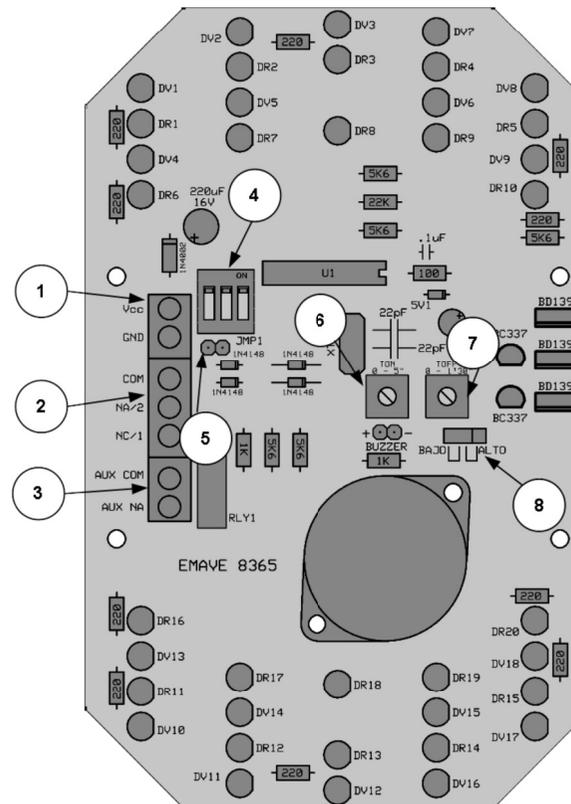

Fig. 1
- Con la tapa desmontada se puede ver la plaqueta en la Fig 1.